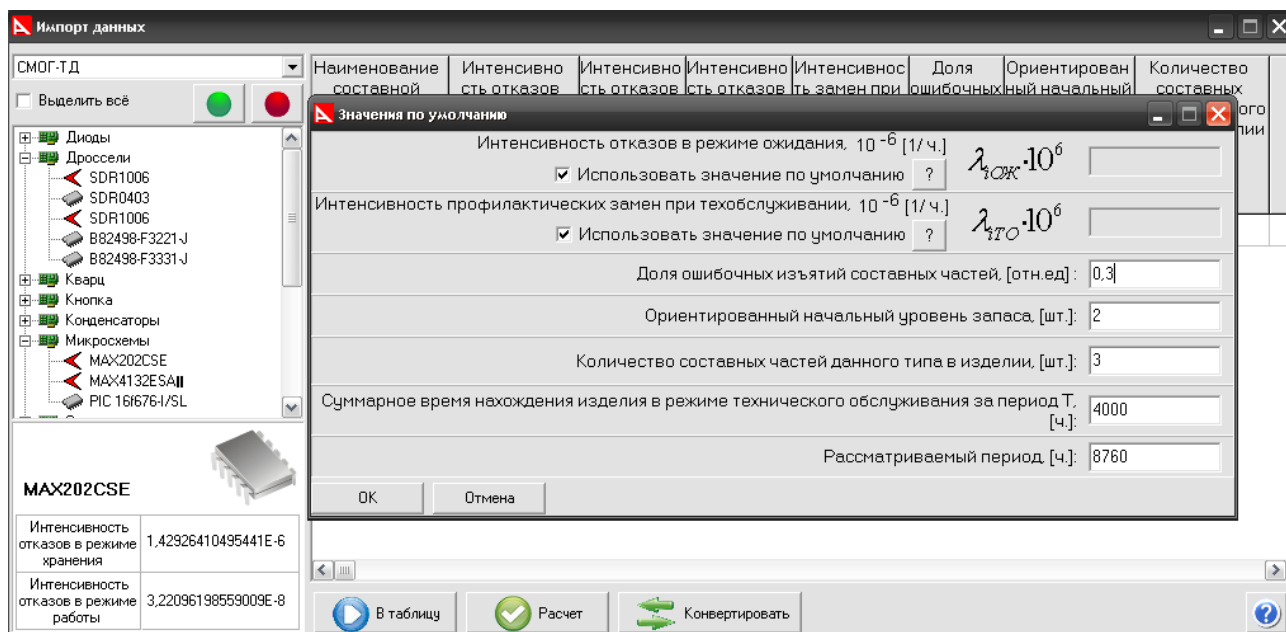

Рис. 3.25. Конвертор: Окно расчёта интенсивности замен
- В появившемся окне (см. рис. 3.25) введите данные, необходимые для расчёта интенсивности замен.
Примечание: Если Вы поставите «галочки» против «Использовать значения по умолчанию» (см. рис. 3.25), то значения $\lambda_{iОЖ}$ и $\lambda_{iТО}$ будут рассчитаны автоматически по формуле $\lambda_i = 10 \cdot \lambda_{хр}$.